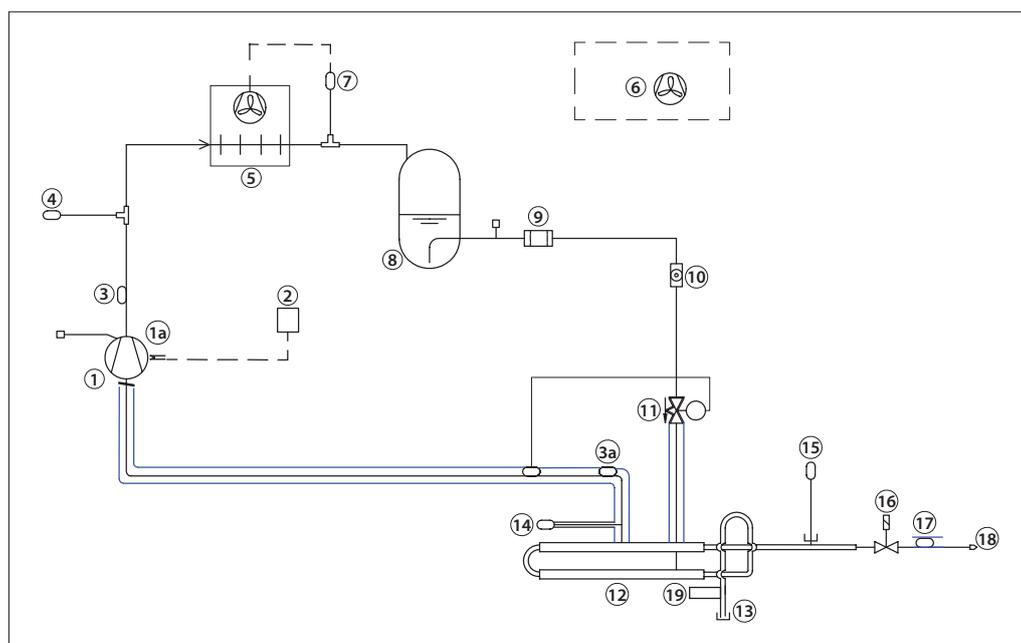

Fig. 1 - Disposición del purgador R452A
\*\* Consulte la Fig. 1 y la Fig. 10a
Solo se requieren 1 conexión mecánica para el purgador (consulte la Fig. 1). El flujo de amoníaco / gases NC desde la planta principal se realiza a través de la brida para amoníaco (consulte el punto 13 en la Fig. 1 posterior), mientras que la purga de los gases NC se realiza a través del tubo de expulsión de purga (18).